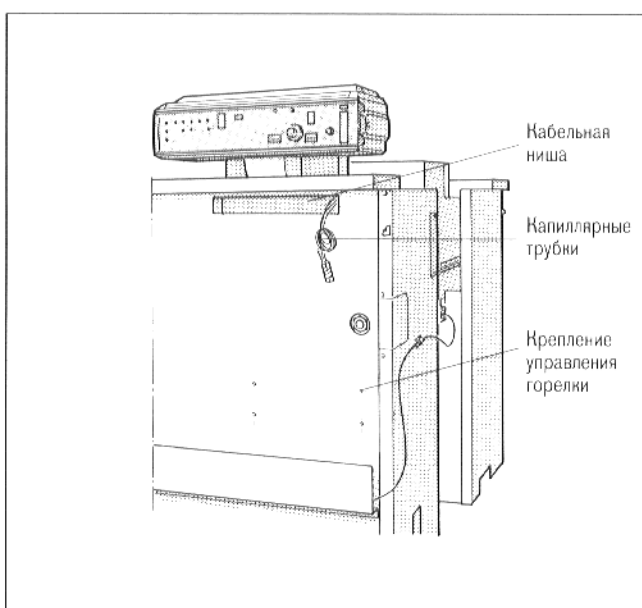

Рис. 38 – передняя сторона котла со снятой передней стенкой
- Проложить капиллярные трубки датчиков температуры из кабельной ниши, через отверстие в переднем кожухе котла, к передней стороне котла (см. рис. 38).
- Привинтить управления горелки 4 винтами для листового металла к промежуточной стенке (см. рис. 38/40).